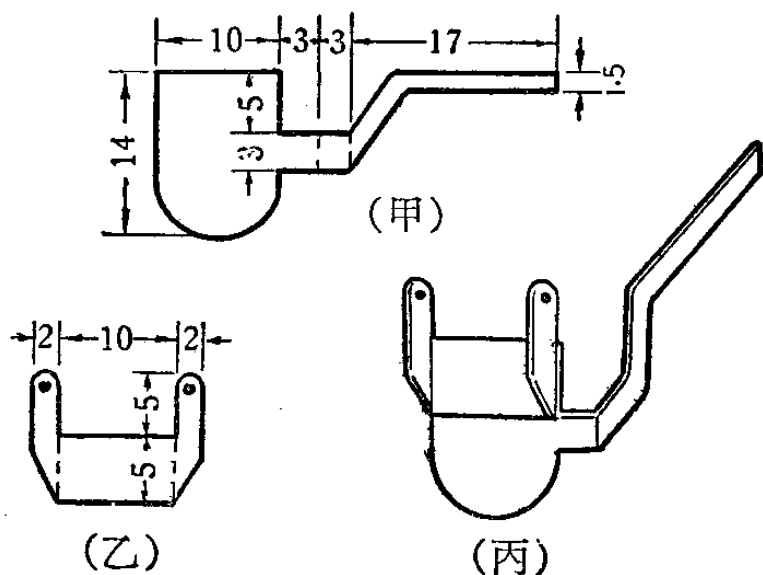

图 9-31
3. 銜鉄: 它由两个部分合并組成的, 如图 9-31。其中(甲)是用 1 毫米厚的鉄片做的, 虛綫处弯折成直角。(乙)是用黃銅片做的, 剪好后折成, 它有两个象耳朵状突出部分, 上面要钻一个小孔, 在总装配时小孔里穿进一段黃銅絲, 就可使銜鉄灵活地活动。两个部分做好后, 把它們合起来用焊錫焊好, 如图 9-31 (丙)。